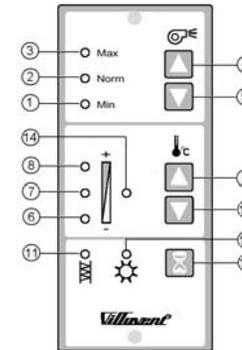

Fig. 11
4. Ønsket driftstid mellom filterbytte velges (fig. 11). Fra fabrikk er driftstiden mellom filterbytte satt til 9 mnd. Ved normal kvalitet på uteluften vil 9 mnd. driftstid mellom filterbytte være passende. Dersom uteluften er forurenset av veitrafikk, industri, utslipp fra fyringsanlegg etc. anbefales driftstiden mellom filterbytte satt til 6 mnd. Selv om uteluftkvaliteten er meget god, og tilluftfilteret ikke er tett, anbefales ikke lengre driftstid mellom filterbytte enn 12 mnd. (Lukt fra organisk forurensing i filteret vil kunne redusere kvaliteten på inneluften). For å øke eller redusere driftstiden mellom filterbytte trykkes samtidig på bryterne (13) og (9) eller (13) og (10). Valgt innstilling bekreftes ved kortvarig blinkende lys i lampe (14) og lys i:
- lampe (6) ved 6 mnd. driftstid mellom filterbytte
- lampe (7) ved 9 mnd. driftstid mellom filterbytte
- lampe (8) ved 12 mnd. driftstid mellom filterbytte
4. Önskad bytesintervall för filterbyten väljs (fig. 11). Fabriksinställningen är satt till 9 månader. Vid normal kvalitet på uteluften, är 9 månader mellan filterbyten en passende intervall. Där uteluften är förorenad av avgaser, industrier, utsläpp från förbränningsanläggningar mm, rekommenderar vi att intervallen för filterbytet ställs in på 6 månader. Oavsett om uteluftskvaliteten är mycket god, och uteluftsfiltret ej är igensatt, rekommenderar vi ej längre bytesintervall än 12 månader. (Lukt från organiska föroreningar i filtren kan reducera kvalitén på tilluften). För att öka eller minska intervallet mellan filterbyten, trycks samtidigt knapparna (13) och (9) eller (13) och (10) in. Vald inställning bekräftas genom kortvarig blinkning i lampa (14), samtidigt som det lyser i:
- Lampa (6) vid 6 månaders intervall.
- Lampa (7) vid 9 månaders intervall.
- Lampa (8) vid 12 månaders intervall.
- ① ② ③ Kontrollleuchte für Volumenstrom
- ④ ⑤ Tastschalter für Volumenstrom
- ⑥ ⑦ ⑧ Kontrollleuchte n Zulufttemperatur
- ⑨ ⑩ Tastschalter Zulufttemperatur
- ⑪ Kontrollleuchte Filterwechsel
- ⑫ Kontrollleuchte Sommerbetrieb